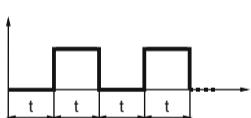

Рис.1
- циклический режим („ЛЛ“ - при включении устройства исполнительное реле включается и выключается через установленное время t, рис.1),